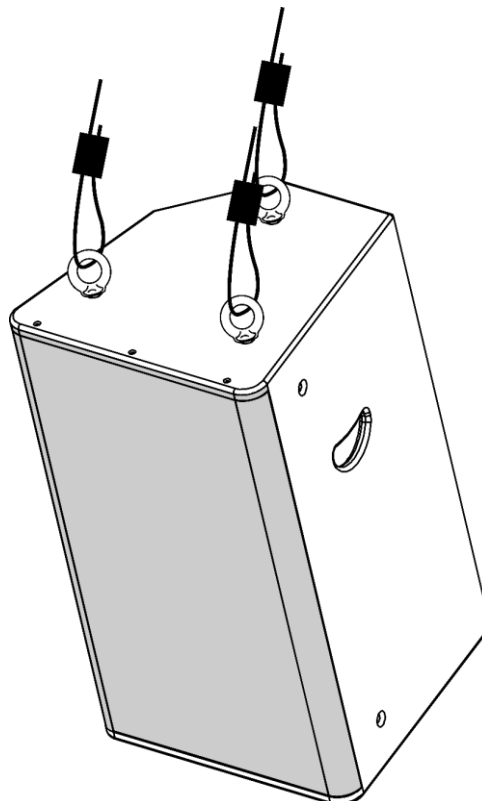

Fig. 06
- 03) Installez l'enceinte (Fig. 06). Veuillez suivre les directives européennes et nationales concernant le gréage, les fermes et tous les autres problèmes de sécurité.